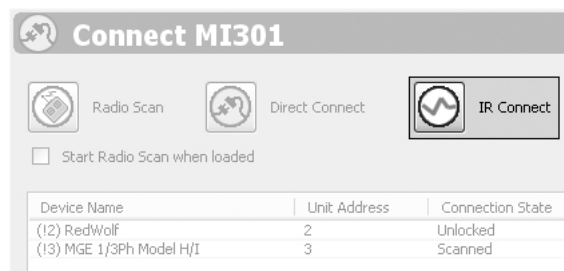

Рис. 15 ИК подключение
8. Нажмите [Подключить ИК]. См. рис. 15. MI 301 подключается к насосу (10-20 с).